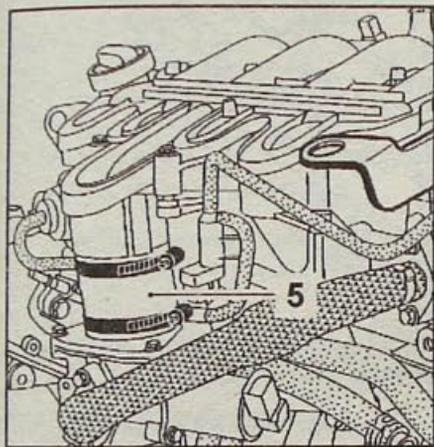

Рис. 4.38. Расположение хомутов крепления патрубка (1), соединяющего впускной коллектор с блоком остановки двигателя турбокомпрессора и проушины (2)
- Снимите патрубок (1, рис. 4.38), соединяющий дроссельный узел с впускным коллектором.
- Отверните оба хомута крепления патрубка (1, рис. 4.38), соединяющего впускной коллектор с блоком остановки двигателя турбокомпрессора.